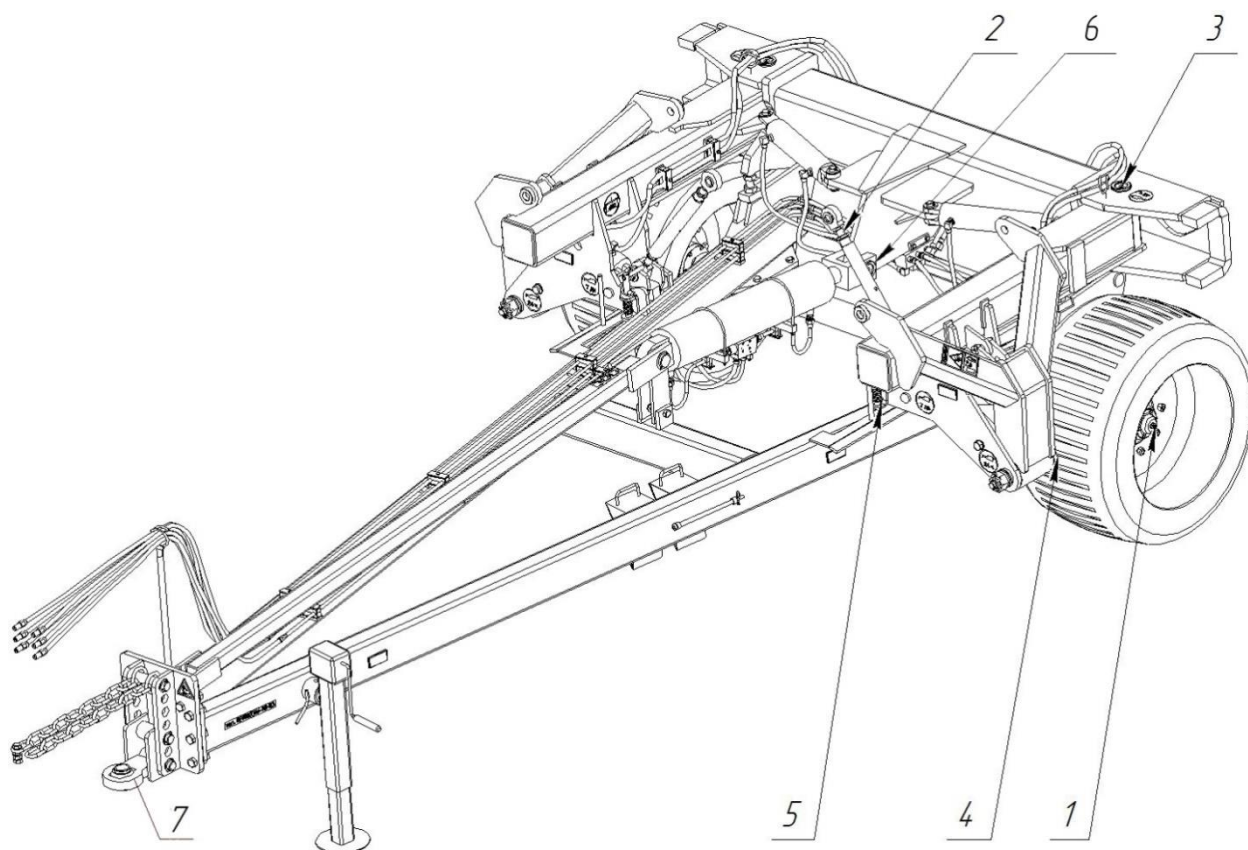

Рисунок 7 – Места смазки СНК.
4.3 Смазку узлов АДК производить согласно химмотологической карте смазки (рисунок 7) и РЭ АДК-4(4,5; 5).
9 ХИММОТОЛОГИЧЕСКАЯ КАРТА (рисунок 7)